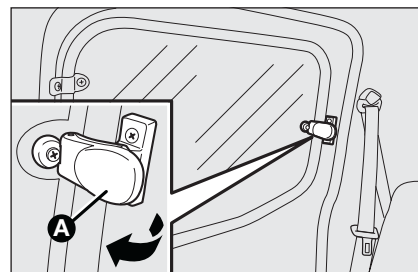

fig. 60
- déplacer le levier **A**-fig. 60 vers l'extérieur jusqu'à obtenir l'ouverture complète de la vitre.